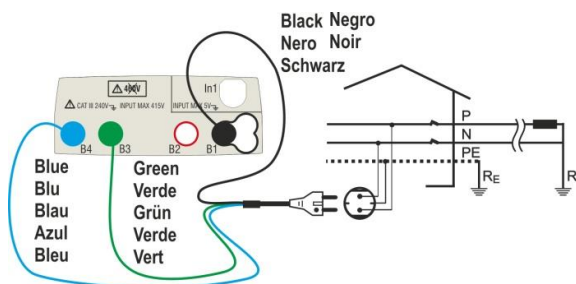
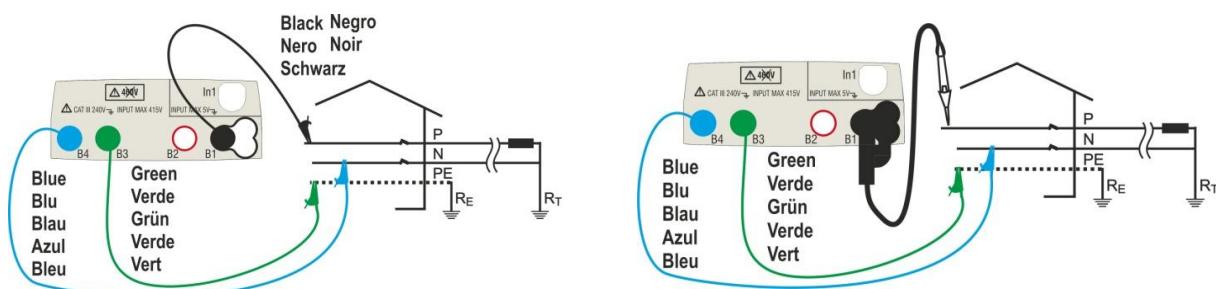
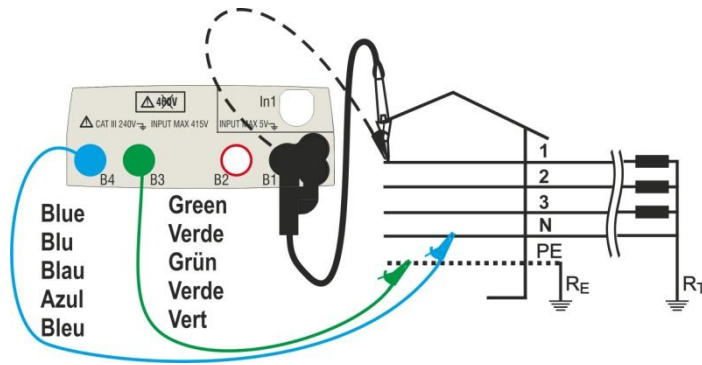
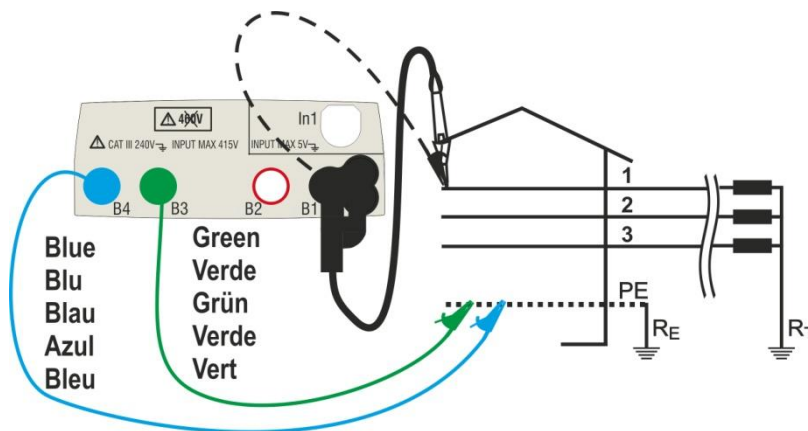

Fig. 15: Medição P-N/P-PE em instalações monofásicas/bifásicas 230V através de ficha shuko
Fig. 16: Medição P-N/P-PE em instalações monofásicas/bifásicas 230V com cabos e ponteira remota
Fig. 17: Medição P-N/P-PE em instalações trifásicas 400V+N+PE com cabos individuais e ponteira remota
Fig. 19: Medição P-PE/P-N em instalações 400V + PE (não N) com cabos individuais e ponteira remota
4. Conectar a ficha shuko, os crocodilos ou a ponteira remota à rede eléctrica de acordo com as Fig. 15, Fig. 16, Fig. 17 e Fig. 19.
4. Desligar, quando possível, todas as cargas conectadas a jusante do ponto de medição visto que a impedância dos referidos utilitários poderá influenciar os resultados do teste. Conectar a ficha shuko, os crocodilos ou a ponteira remota à rede eléctrica de acordo com as Fig. 15, Fig. 16, Fig. 17 e Fig. 19 no ponto mais próximo possível da protecção em exame